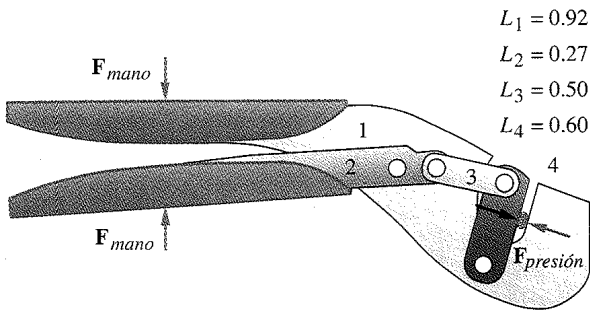

FIGURA P2-13 Problema 2-32 Herramienta de plegar
- 2-32 Determine la movilidad, la condición de Grashof y la clasificación de Barker del mecanismo mostrado en la figura P2-13.